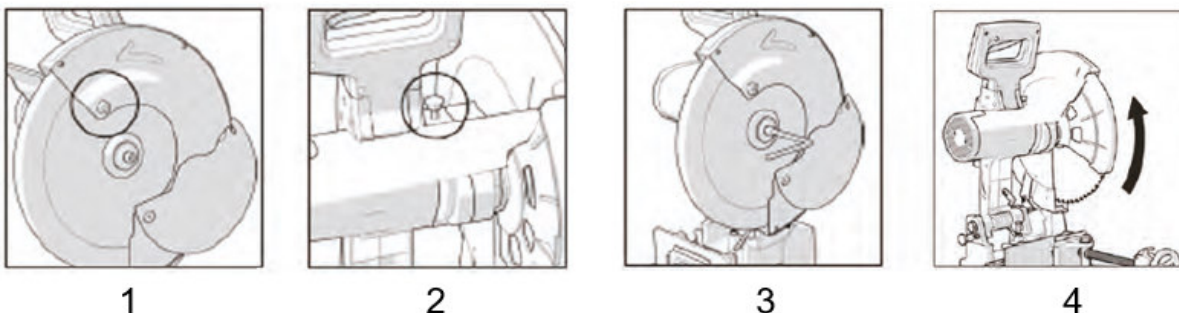

Abb.5-2: Entfernen des Sägeblatts
- ➔ Lösen Sie die Schraube des Sägeblattschutzes und klappen Sie den Schutz nach oben (siehe Abb. 5-2, 1).
- ➔ Drücken Sie die Verriegelungshebel, um den Arm zu blockieren (siehe Abb. 5-2, 2).
- ➔ Verwenden Sie den Inbusschlüssel, um die Schraube zu lösen (siehe Abb. 5-2, 3).
- ➔ Drehen Sie den unteren Schutz manuell, um ihn gegen den oberen Schutz auszutauschen (siehe Abb. 5-2, 4).